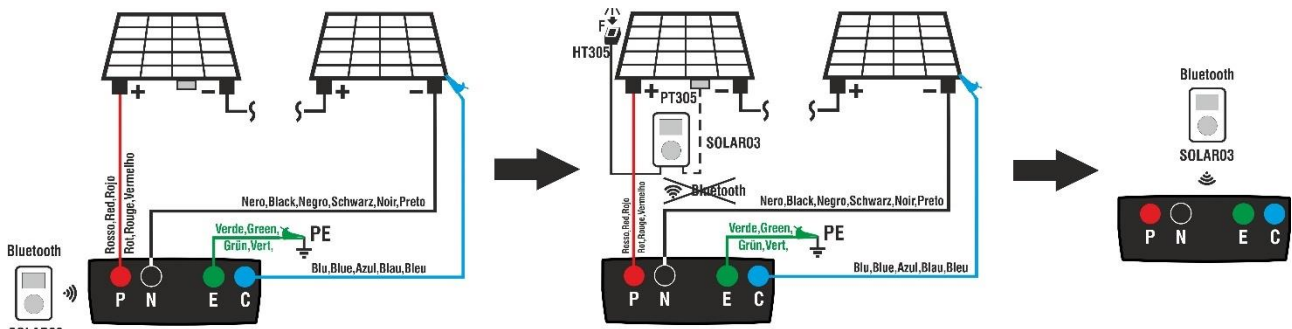
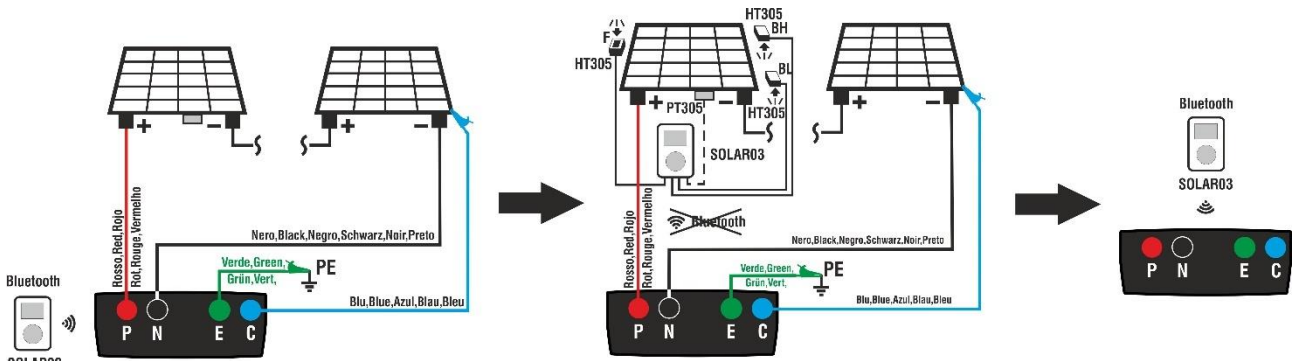

Fig. 13: Use com SOLAR03 em registo sincrono em módulos Monofaciais
Fig. 14: Use com SOLAR03 em registo sincrono em módulos Bifaciais
1. Ligar o instrumento ao módulo/string em ensaio e, se for caso disso, ao nó de terra principal do sistema e às massas metálicas ligadas à terra, como indicado na Fig. 13 (moduli Monofaciais) o Fig. 14 (módulos Bifaciais). Em particular:
3. Aproxime a unidade remota SOLAR03 do instrumento conforme mostrado na Fig. 13 ou Fig. 14 – lado esquerdo
6. Aproximar a unidade remota dos módulos e ligar as sondas de radiação/temperatura como indicado na Fig. 13 ou Fig. 14 – lado central. **Tendo já iniciado o registo na unidade remota SOLAR03, já não é necessário manter a ligação Bluetooth.** A manutenção da ligação (se possível) apenas permitirá obter imediatamente o resultado do teste sem esperar pelo fim da campanha de medição.